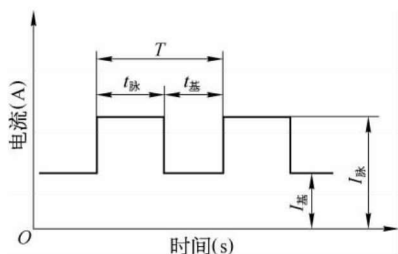

图 1-5 脉冲电流波形(方形波)示意图
(1) 脉冲电流波形。通过脉冲装置形成的脉冲,电流波形有多种形式,最常用的是方形波,如图 1-5 所示。